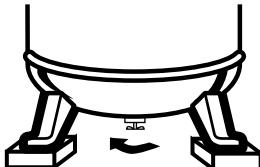

Figure 6 - Ouverture du Robinet de Purge
- Ouvrir le robinet de purge et faire fonctionner le compresseur pour 60 minutes (Voir la Figure 6).
Purger le réservoir (Voir la Figure 6)	●